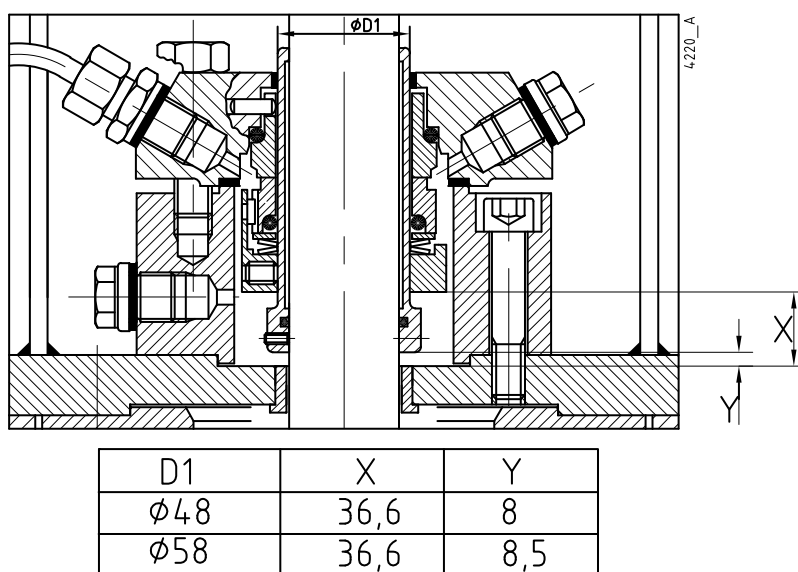

Figure 13: Montage du groupe de garnitures M2.
- 2 Introduisez le joint torique (2320) dans la chemise d'arbre (2310) et montez cette dernière avec l'épaule côté inférieur. La distance entre la chemise d'arbre et la bride d'appui (2000) doit être ajustée à la mesure Y, voir figure 13. Fixez ensuite la chemise d'arbre avec les vis de réglage (2330).
- 4 Fixez la bague rotative de la garniture mécanique à la bonne dimension X sur la chemise d'arbre, voir figure 13. Fixez ensuite la partie rotative de la garniture mécanique à l'aide de la vis de réglage.